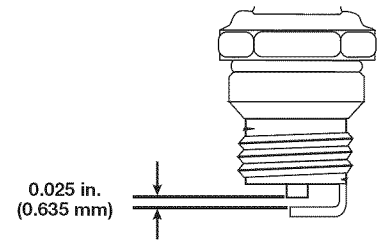

Fig. 18
- Cambie las bujías que estén rajadas, sucias o deterioradas. Fije la separación de aire a **0,635 mm (0,025 pulgadas)** utilizando un calibrador (Fig. 18).